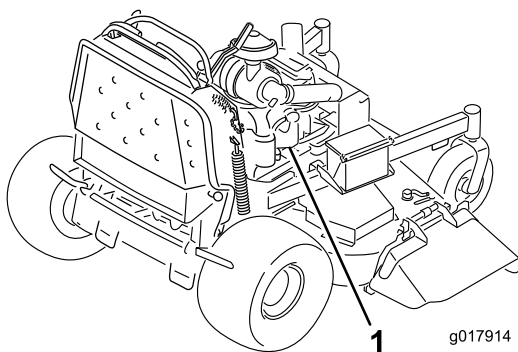

Figura 55
- Haga la conexión final al bloque motor del vehículo que no arranca (no al borne negativo de la batería) en un punto alejado de la batería, y apártese (Figura 55).**